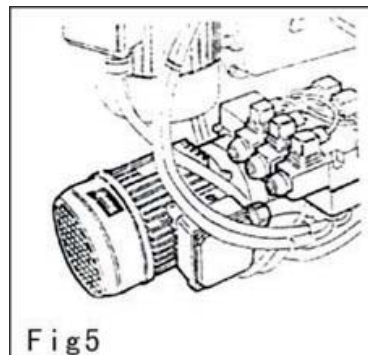

Рис. 8-4
- Подключите станок к источнику питания, включите его и проверьте, соответствует ли направление вращения мотора стрелке на нем (рис. 8-4).